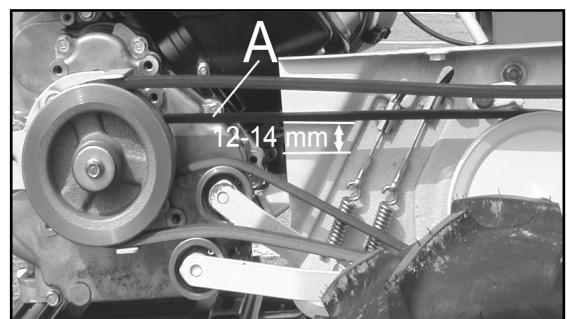

Figure 30
- Quand vous appuyez sur cette courroie avec un doigt (A, Figure 30) la flèche doit être comprise entre 12 et 14 mm (Figure 30). Si tel n'est pas le cas, modifier la tension du câble de commande de la transmission. Remettez le carter de protection et vissez ses vis de maintient.